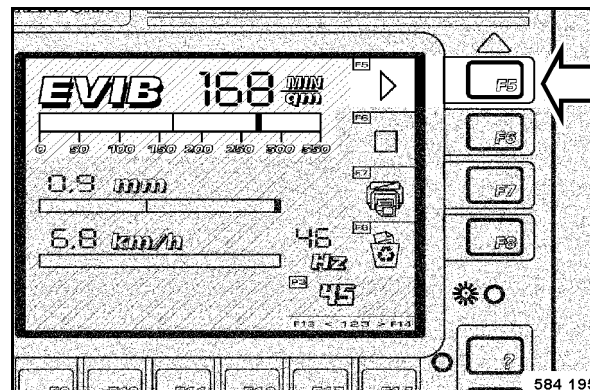

Fig. 91
- La zone de contrôle à gauche de F5 (Fig. 91) s'allume en vert.